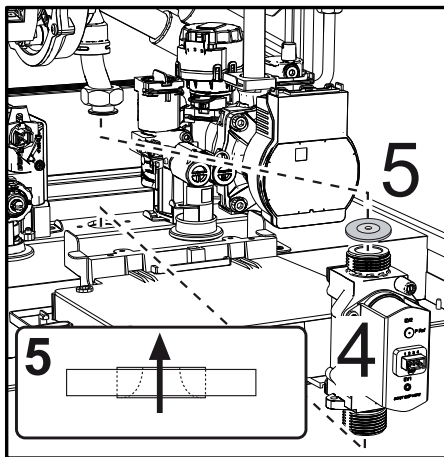

fig. 44
- Scoateți valva de gaz „4” și diafragma pentru gaz „5” (fig. 44).